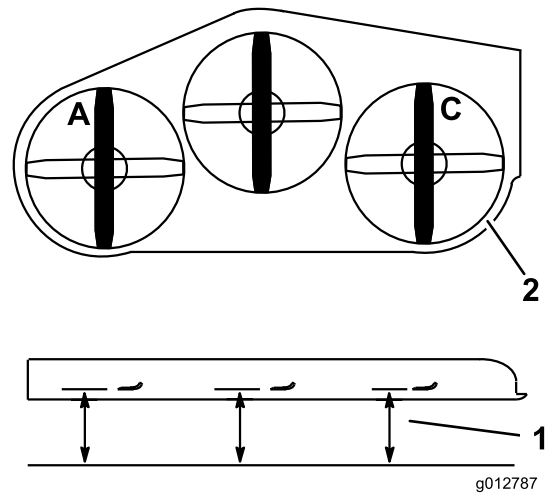

Figura 86
1. Posicionar a lâmina esquerda da parte dianteira para a traseira (Figura 86).
2. Meça a lâmina esquerda no local **A**, numa superfície nivelada à extremidade de corte da ponta da lâmina e registe esta medição (Figura 86).
3. Posicionar a lâmina direita da parte dianteira para a traseira (Figura 86).
4. Meça a lâmina direita no local **C**, numa superfície nivelada à extremidade de corte da ponta da lâmina e registe esta medição (Figura 86).
2. Posicionar a lâmina esquerda da parte dianteira para a traseira (Figura 86).
3. Meça a lâmina esquerda no local **A**, numa superfície nivelada à extremidade de corte da ponta da lâmina e registe esta medição (Figura 86).
4. Posicionar a lâmina direita da parte dianteira para a traseira (Figura 86).
5. Meça a lâmina direita no local **C**, numa superfície nivelada à extremidade de corte da ponta da lâmina e registe esta medição (Figura 86).